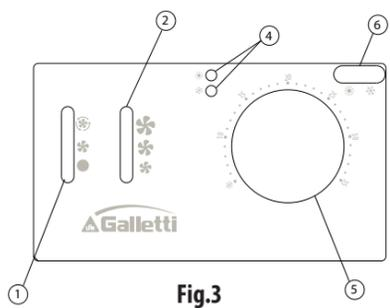

Fig.3
**EYTED10 (Fig.3):** regulador electrónico para ventilosconvectores con intercambiador simple o doble (sistema de 2 tubos o 4 tubos), ventilador con convertidor pilotado por señal 0-10V, válvulas ON/OFF, conmutación VERANO/INVIERNO manual o automática (en función de la temperatura del aire), posibilidad de lectura de la temperatura del agua para la autorización de funcionamiento de la ventilación.
- ① – Selector ON/OFF de dos posiciones (EYTED2T y EYTED4T) o tres posiciones (EYTED10):
- ② – Selector de la velocidad de ventilación manual (velocidad MÍNIMA, MEDIA y MÁXIMA); no surte ningún efecto si el selector ON/OFF está en la posición ON con ventilación automática (solo EYTED10)
- ③ – Led verde de señalización (EYTED2T):